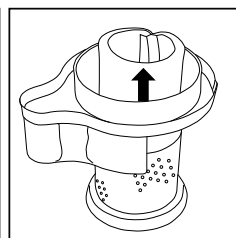

Fig. 6
4. Retirer le pré-filtre noir de l'intérieur du porte-filtre cyclonique (Fig. 6).